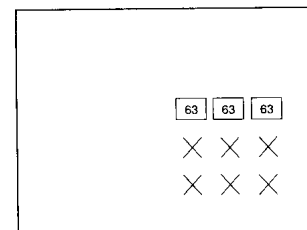

Bild 12
- Stellen Sie den Wert auf dem Bildschirm auf 63, und zwar mit der Lautstärkereger (+/-) (Bild 12).